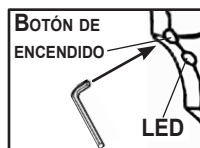

Figura 7: Botón de encendido y Localización del LED en el Mango
- Asegúrese de estar oprimiendo el Botón de Encendido, y no la luz LED (ver Figura 7 en la página 8).